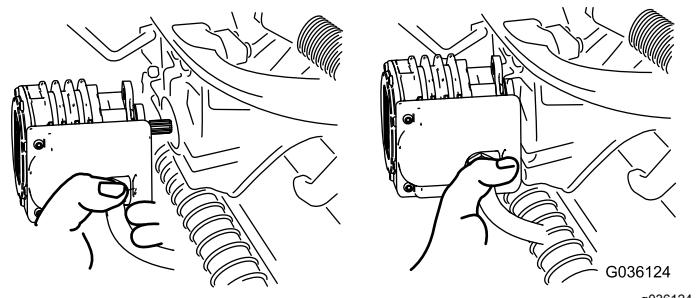

図 72
- 5. 外したモータは、サスペンションアームの前部にある一時保管位置にセットしておく図 72。